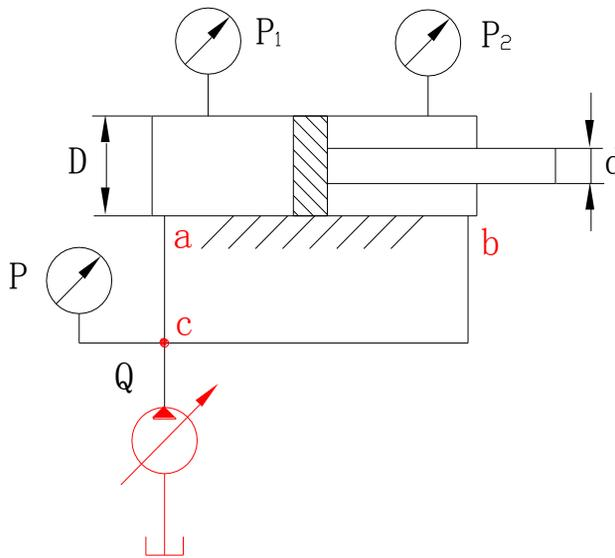

图 1-4-1
- 1、在图 1-4-1 的基础上拆掉 ca 进油管，用堵头封油缸无杆腔进油口 a 和 c。
- 2、在图 1-4-1 的基础上拆掉 cb 进油管，用堵头封死有杆腔进油口 b 和 c，假定活塞密封损坏，则油缸活塞杆的运动方向？